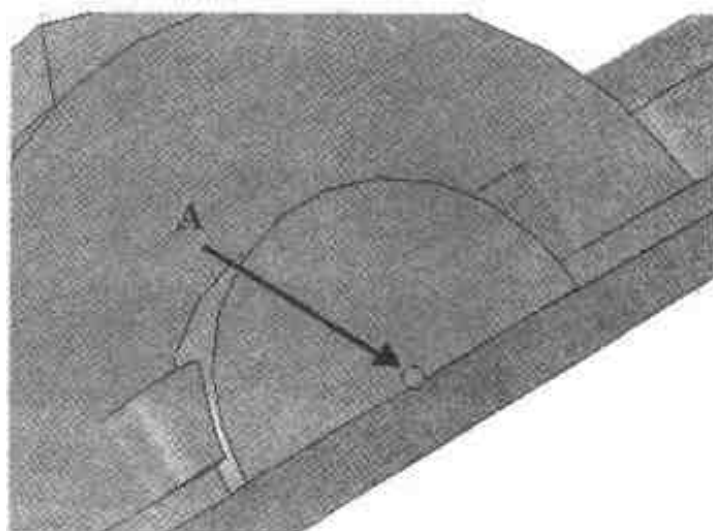

图 2.29 拖放【孔类圆柱体】图素
- (1) 从【图素】目录中向如图 2.29 所示中点 A 处拖放一个【孔类圆柱体】智能图素。